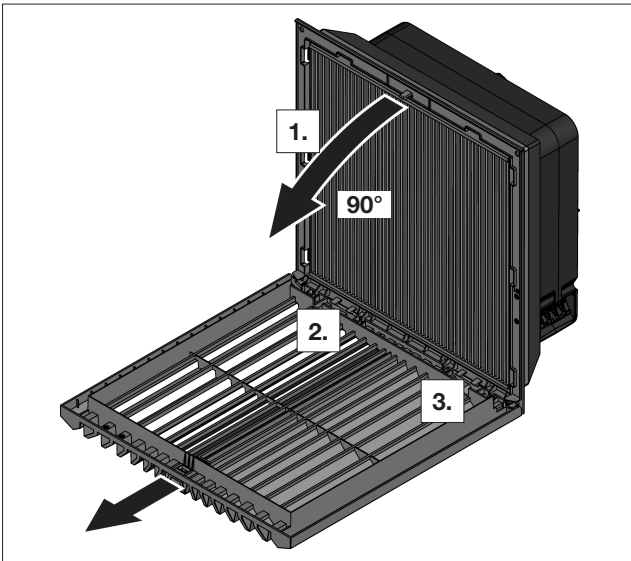

Fig. 2 : enlever et monter la grille à lamelles
- Pour positionner les perçages inférieurs, la grille à lamelles doit être enlevée comme représenté sur la fig. 2. Pour cela, défaire tout d'abord un côté de charnière puis l'autre.